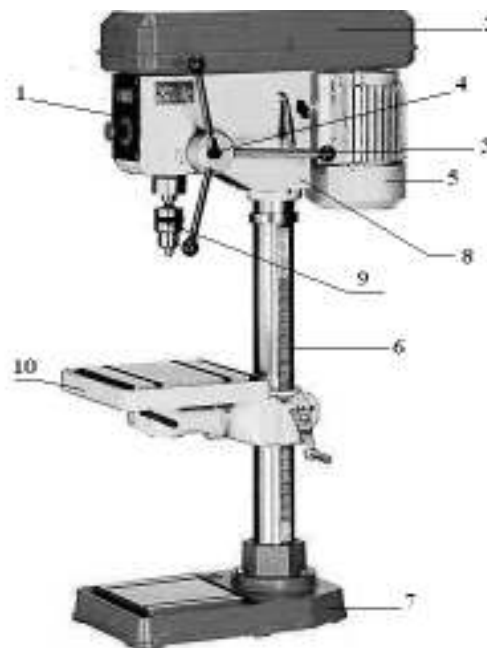

Рисунок 2.
3.2. Основные узлы и детали оборудования (см. рис.2).
3.3. Краткое описание конструкции оборудования (см. рис. 2).